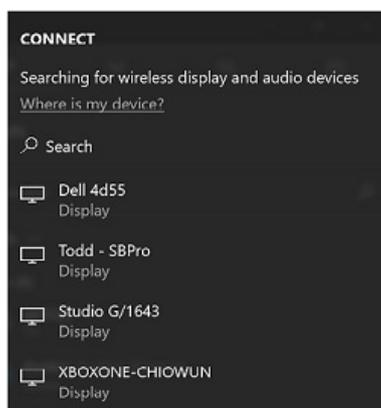

Figure 2 : interface utilisateur de connexion
- **Utilisation d'une touche de raccourci.** Sélectionnez la touche **Windows + K** (figure 2).